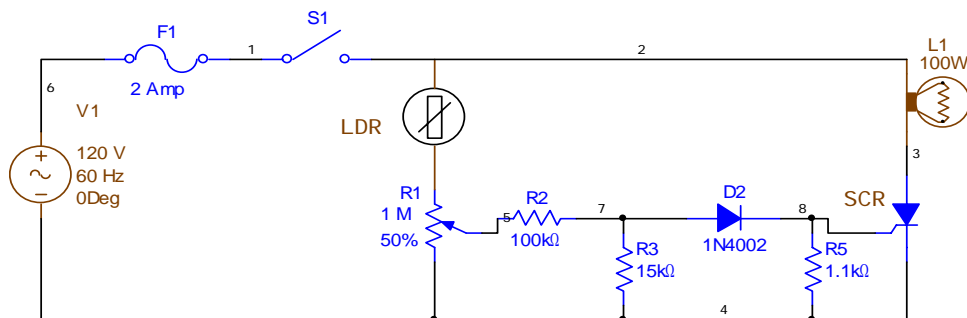

Figura 14.
- f) Construya el circuito que se muestra en la figura 14.